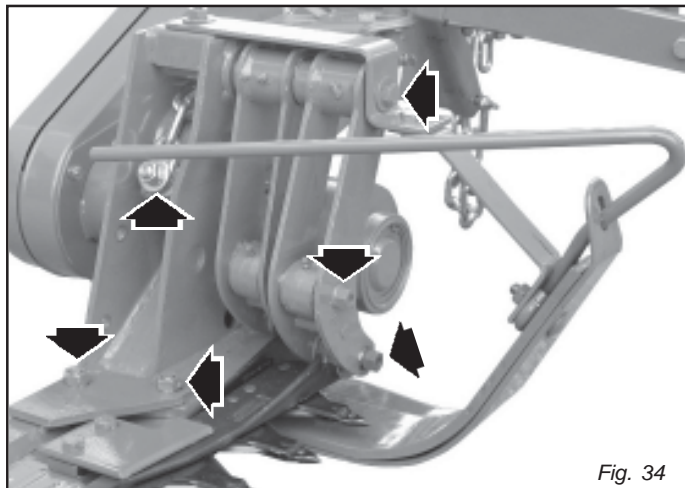

Fig. 34
- Es muss häufig geprüft werden, ob die Spannhülsen am Pleuelwerk angezogen sind (Abb. 34).